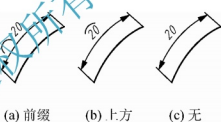

图 6-8 弧长符号显示效果
③【弧长符号】选项组：用于设置弧长标注中圆弧符号的显示。如图 6-8 为三种显示效果。